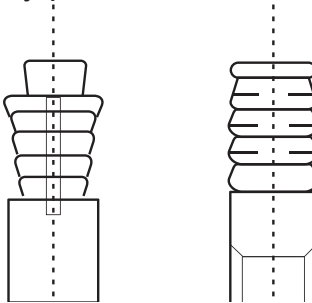

Figura 6
- Determine la ubicación en el techo de la habitación o el techo del edificio para el montaje y taladre cuatro agujeros de 12 mm X 50-55 mm. A continuación, incruste y ajuste los anclajes de los ganchos de expansión (accesorio comprado 4) en estos agujeros. Vea la Figura 6.